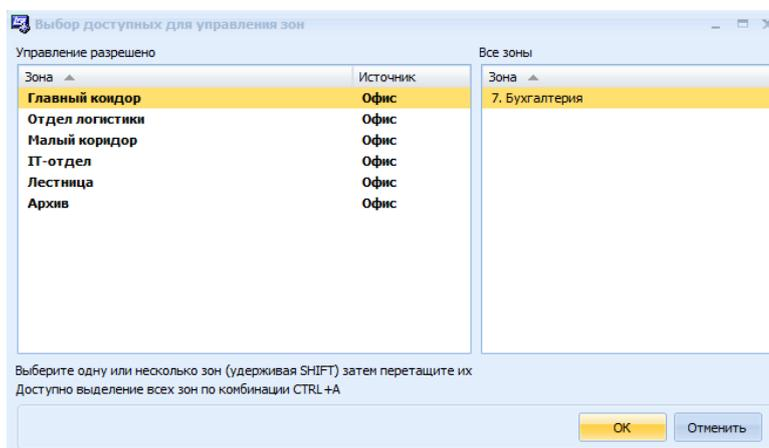

Рисунок 23.11 Окно «Выбор доступных для управления зон»
- **Доступные зоны** – необходимо выбрать зоны доступные для управления (поставка на охрану, снятие с охраны) сотрудникам данного объекта. Для этого следует нажать кнопку **Изменить**. В открывшемся окне «Выбор доступных для управления зон» перетащить нужные зоны из поля «Все зоны» в поле «Управление разрешено» и нажать **ОК** (Рисунок 23.11).